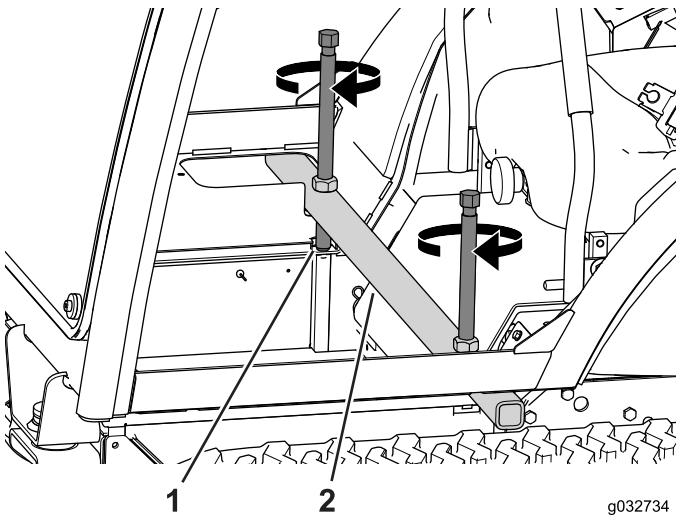

Figure 113
- Positionnez la barre de levage transversalement sur le cadre de la cabine (Figure 113).
| 4. Tournez alternativement chaque vis de levage de quelques tours à la fois jusqu'à ce que la cabine pivote vers l'avant (Figure 113). | |